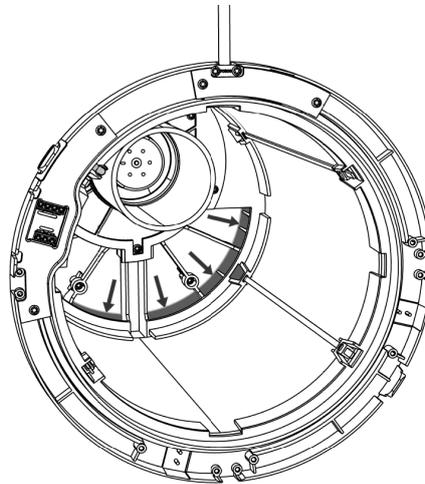

Figure 16 - Aspirez soigneusement le trou dans le mur ainsi que le filtre grossier situé à l'arrière.
4. Aspirez soigneusement le trou dans le mur pour éliminer la poussière et toute autre saleté. Faites particulièrement attention à la partie la plus à l'arrière, là où se trouve le filtre grossier (voir flèches à la Figure 16 ci-dessous).